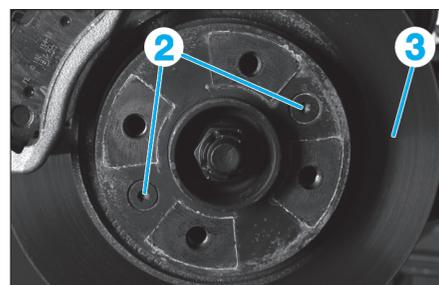

Fig. 13
- les deux vis (2) de maintien du disque (3) (Fig.13),